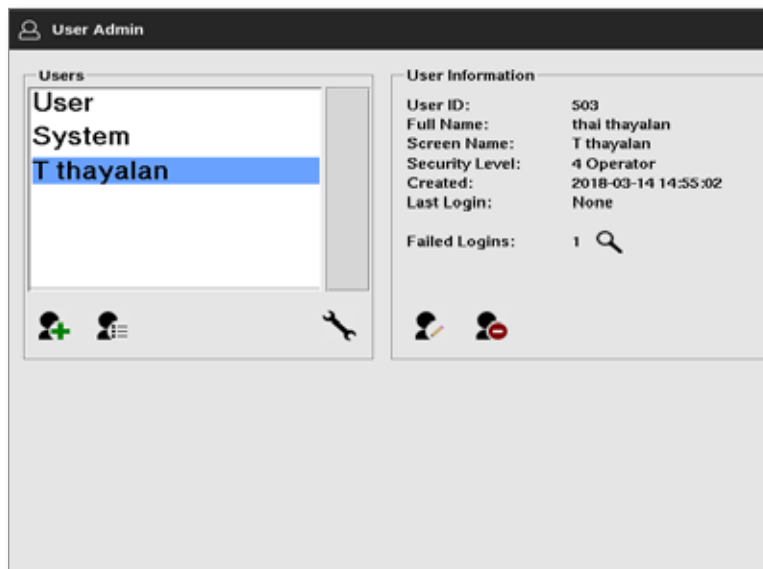

Figure 7-3 Obrazovka správy uživatelů – podrobnosti uživatele
Vyberte uživatelské jméno. Viz Figure 7-3.
1. Vyberte požadovaného uživatele. Uživatel bude zvýrazněn modře. Viz Figure 7-3.